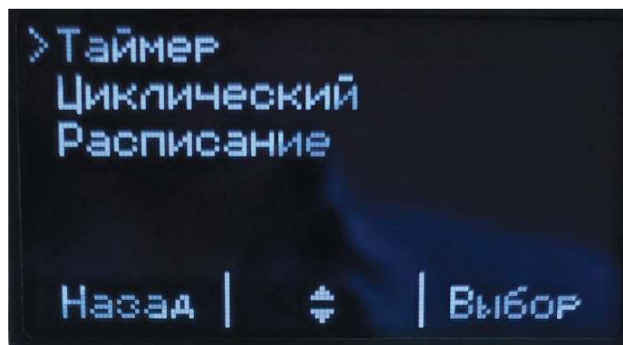

Рисунок 4 — Вкладка «Режим»
1. Чтобы перейти в режим работы «Таймер» необходимо из режима ожидания прибора перейти во вкладку «Режим», нажав кнопку «3» (см. рисунок 4).